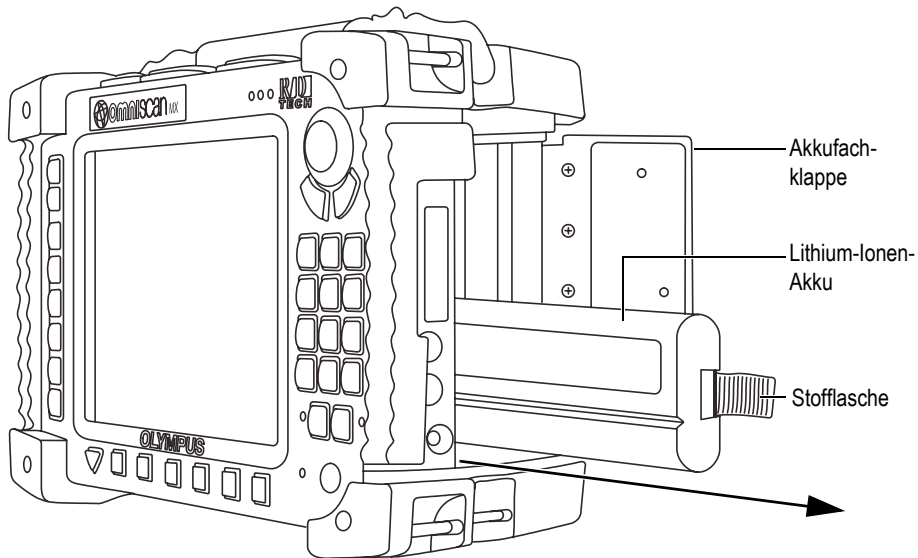

Abbildung 8-3 Entnehmen des Lithium-Ionen-Akkus
2. Befindet sich bereits ein Akku im Abteil, ziehen Sie ihn an der Stoffflasche heraus (siehe Abbildung 8-3 auf Seite 102).